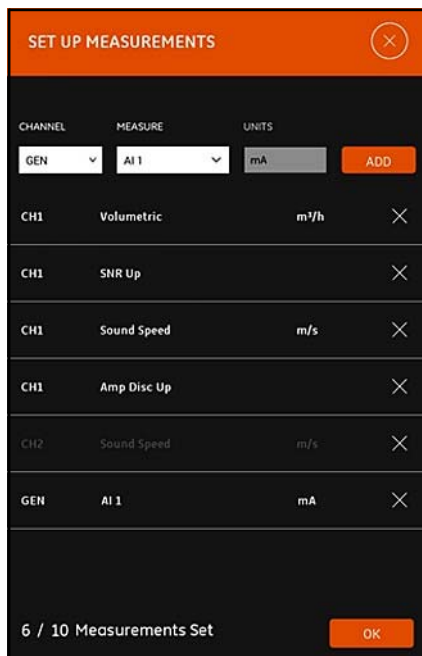

図 22: 測定メニューの設定
2. 選択した位置のパイプ（付属していません）にクランプオンフィクスチャを取り付け、トランスデューサーの間隔をアプリで計算した値に設定します（20 ページの図 22 を参照）。
PT900 アプリは、同時に最大 10 件の異なる変数を表示することができます。お使いの表示画面をセットアップするには、測定画面の右上にある編集ボタンをクリックし、**SET UP MEASUREMENT (測定セットアップ)** メニューを開きます (以下の図 22 を参照)。